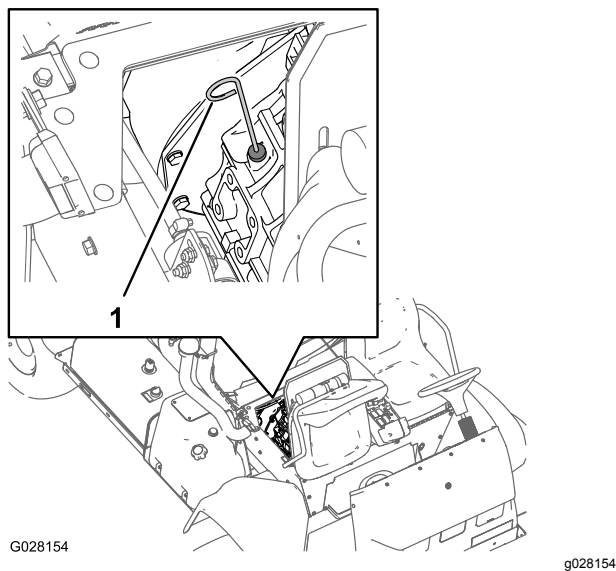

Рисунок 69
2. Извлеките масломерный щуп, расположенный под сиденьем пассажира, и протрите его чистой ветошью (Рисунок 69).
- Выньте масломерный щуп и проверьте уровень масла в двигателе (Рисунок 69).
- Медленно добавляйте масло, чтобы довести его уровень до метки FULL (Полный) на щупе (Рисунок 69).